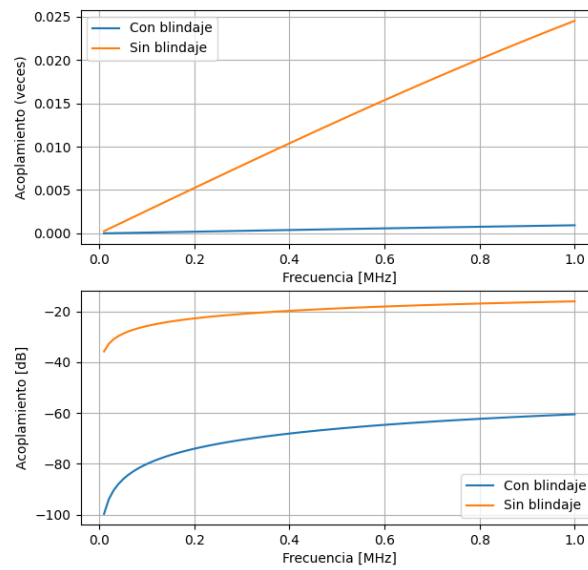

**Figura 1.3** – Acoplamiento sin blindaje para bajas frecuencias.
- En la figura 1.3 vemos los resultados del acoplamiento para conductores sin blindaje, para distintas separaciones. Podemos ver el efecto de la separación en el acoplamiento, que representa una diferencia de aproximadamente 15 dB. En la figura 1.4 vemos el mismo resultado para conductores sin blindaje. La variación con la distancia es la misma, pero el acoplamiento baja en aproximadamente 20 dB.